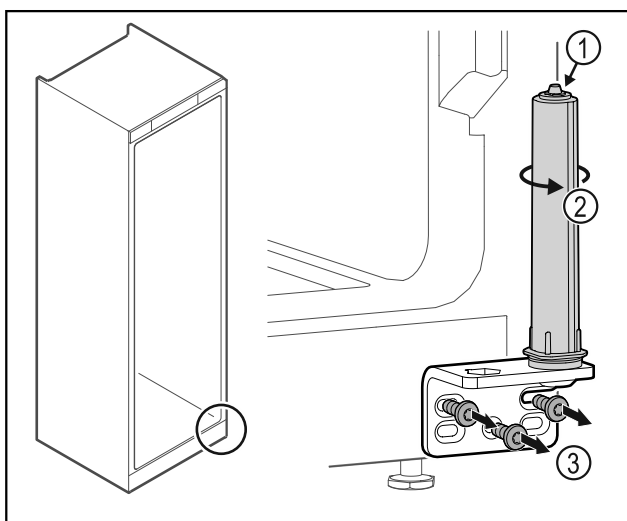

Fig. 28
- ▶ Ikke ta fra hverandre dørlukkesystemet Fig. 28 (1).
- ▶ Drei på lukkesystemet Fig. 28 (2) til det sier klikk.
- ▶ Skru av hengselvinkelen Fig. 28 (3).